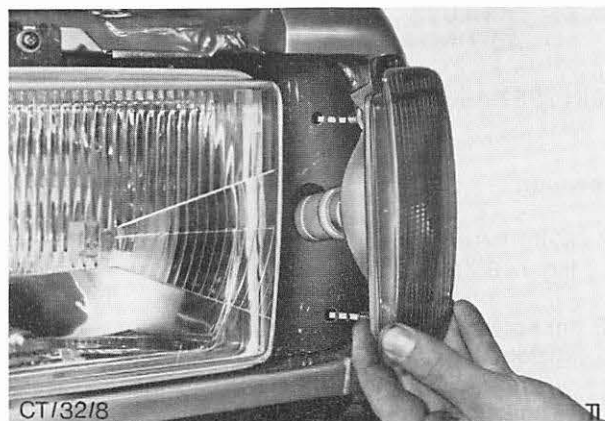

Abb. 10 Stiftschrauben der Blinkleuchte durch die Bohrungen einführen
5. Blinkleuchte mit den Stiftschrauben durch die Bohrungen im Kotflügel führen. Abb. 10. Leuchte mit Scheiben und Muttern befestigen.